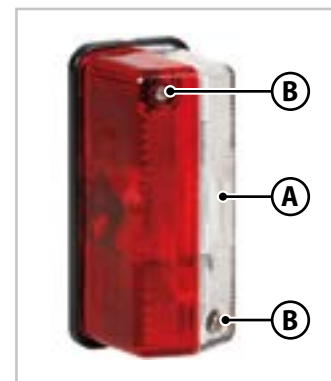

Fig.7.3 - Sidemarkeringslys
2. Fjern det hvit-røde dekselet (**A** - Fig.7.3) ved å fjerne festeskruene (**B** - Fig.7.3).
5. Sett på plass det hvit-røde dekselet (**A** - Fig.7.3) ved hjelp av festeskruene (**B** - Fig.7.3) som ble fjernet tidligere.